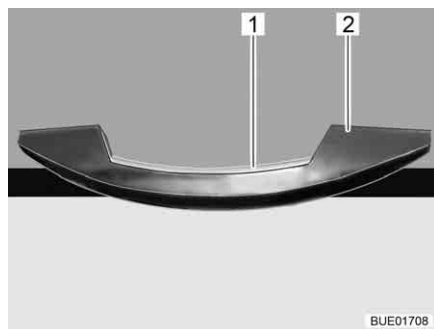
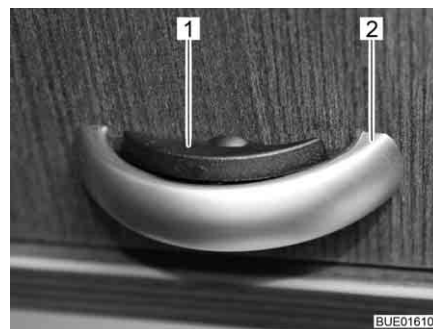

Bild 54 Handtag med låslist (exempel)
Bild 55 Handtag med låslist (alternativ)
- Tryck på låslisten (Bild 54,1 resp. Bild 55,1) och håll den intryckt.
- Öppna skåpluckan genom att dra i handtaget (Bild 54,2 resp. Bild 55,2).